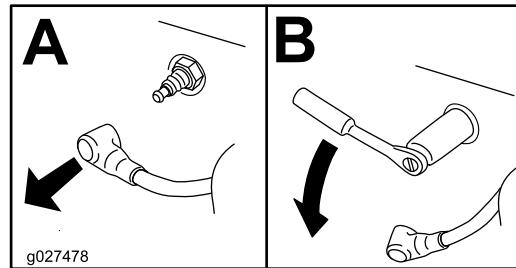

Figura 43
4. Togliete la candela (Figura 43).